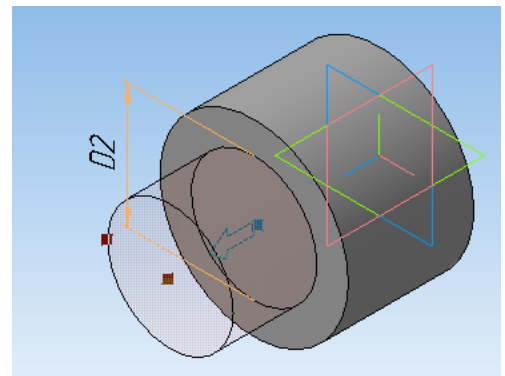

Рисунок 28
5. Создайте окружность диаметра **D2** согласно вашему варианту с центром в начале координат (рисунок 28).